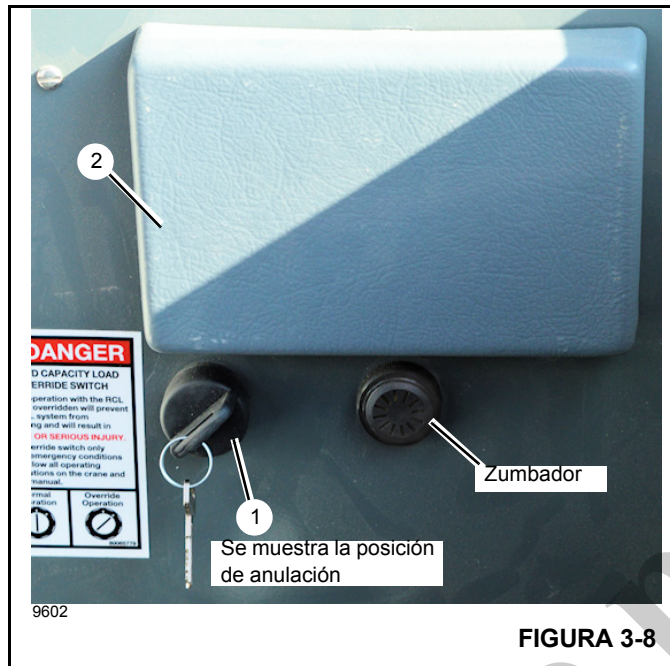

FIGURA 3-8
El interruptor de anulación del RCL (1, Figura 3-8), ubicado detrás del asiento de la cabina, debajo del tablero de fusibles y relés (2), es un interruptor de apagado/encendido y anulará los controles de sobrecarga hasta que el interruptor esté en la posición de apagado.